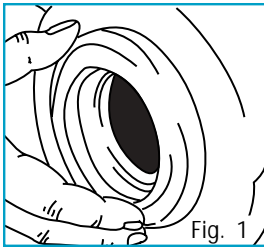

Fig. 1
- 2) Attach new closet flange seal to new toilet (*Fig. 1*).
- 2) Fixer le nouveau joint d'étanchéité de la bride de sol au nouveau cabinet (*voir fig. 1*).